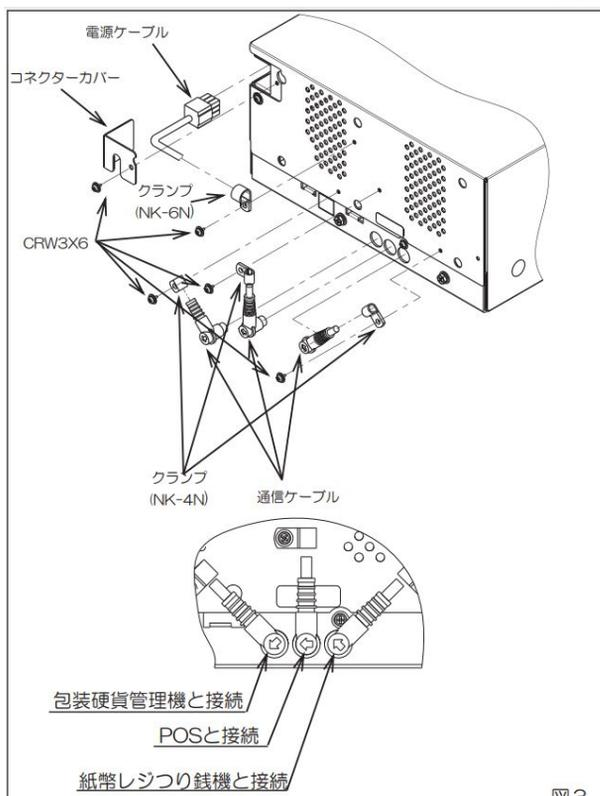

図3
- ① 電源ケーブルがコンセント(AC100)に接続されていない状態で取り付けてください、通信ケーブルを取り付けてください 図3参照
- ② 取り付けしたケーブルをナイロンクランプ ※1 と付属ビス(CRW 3X6)で固定してください